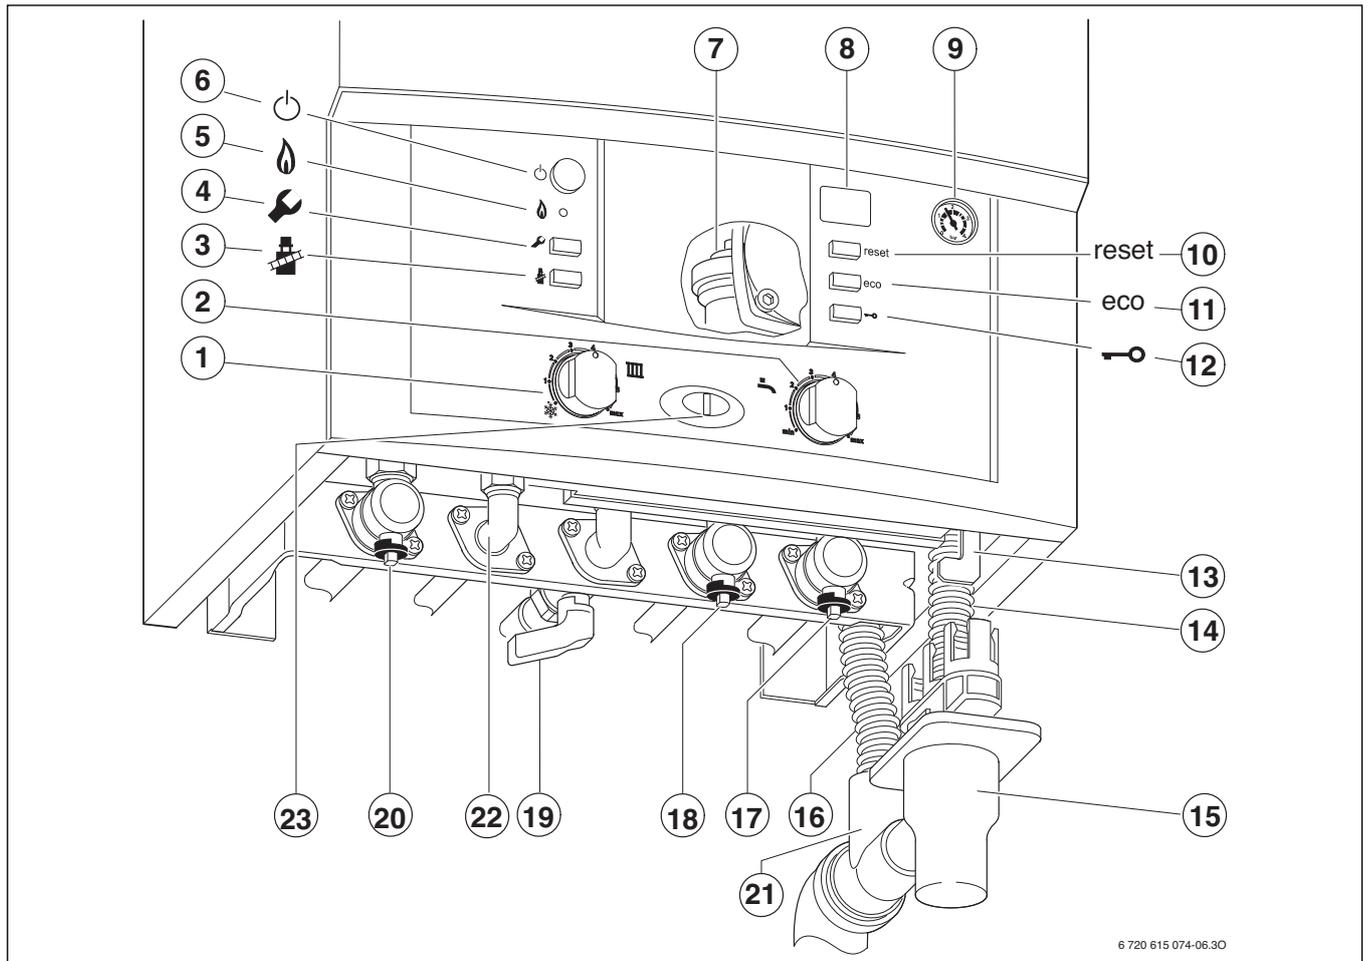

Fig. 40
- ▶ Aprire i rubinetti di manutenzione per mandata e ritorno riscaldamento e riempire l'impianto (vedere rubinetto riempimento in fig. 40, rif. 13).
- Aprire il rubinetto di acqua fredda (→ pos.18, fig. 40).